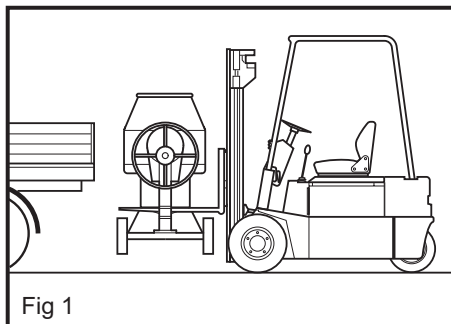

Fig 1
- Проушина (Fig. 3) под основной рамой позволяет погрузить смеситель вилочным погрузчиком (Fig. 1).